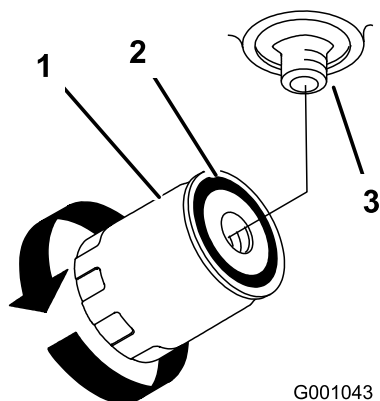

Figure 73
4. Déposez le filtre usagé et essuyez la surface du joint de l'adaptateur (Figure 73).
7. Tournez le filtre dans le sens horaire jusqu'à ce que le joint touche l'adaptateur, puis donnez 1/2 tour supplémentaire (Figure 73).